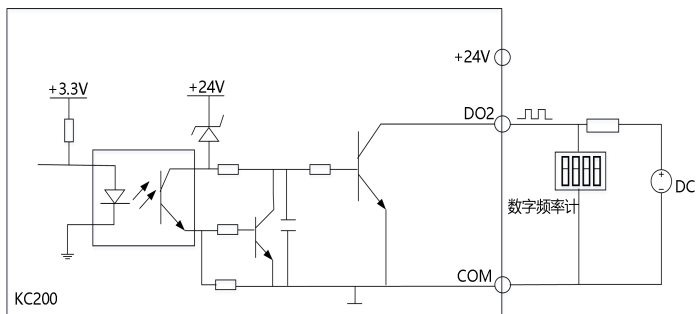

图 3-15 输出端子 D02 连接方式 2
4. D02 用作数字脉冲频率输出，也可使用外部电源，接线方式请参见图 3-15。